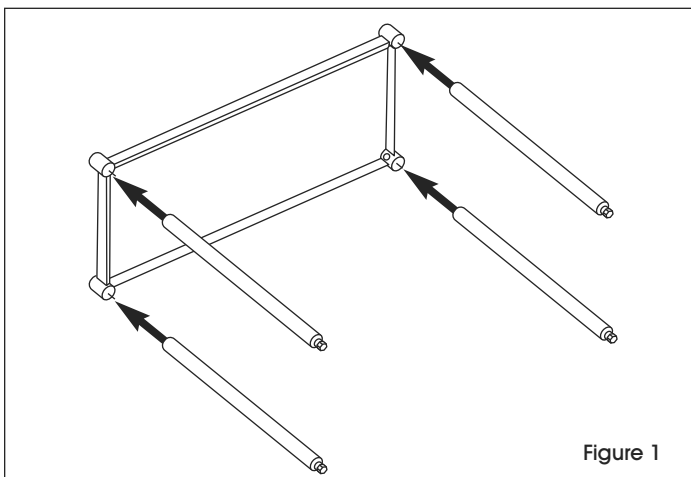

Figure 1
1. Placez la sous-tablette sur le côté, puis insérez les pattes dans les colliers à la hauteur souhaitée. Pour que la hauteur soit exacte, inscrivez la hauteur désirée sur chaque patte à l'aide d'un marqueur ou d'un crayon gras. (Voir Figure 1)